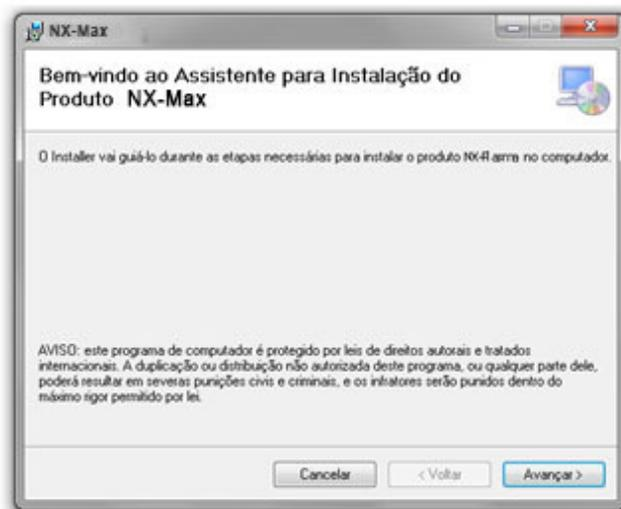

Figura 12
- Coloque o disco de instalação no computador e clique no programa NxMaxSetup.msi. Aparecerá a tela inicial (Figura 12).